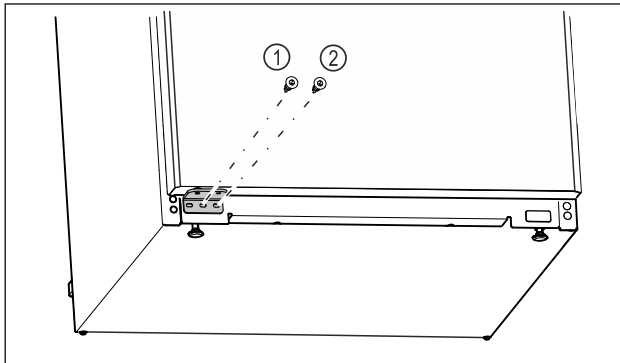

Fig. 26
- ▶ Stringere la vite centrale del blocco di supporto Fig. 26 (1) con un cacciavite Torx 20.
- ▶ Stringere la vite interna del blocco di supporto Fig. 26 (2) con un cacciavite Torx 20.